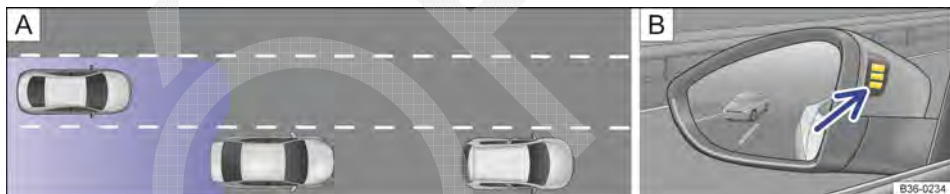
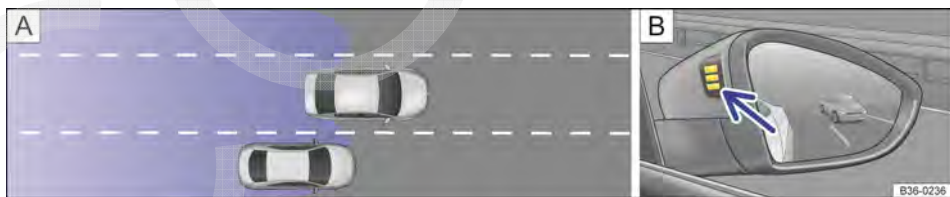

Fig. 138 A) Situação de condução ao ultrapassar com o trânsito traseiro. B) Indicação visual no espelho retrovisor externo esquerdo.
Fig. 139 A) Situação de condução ao ultrapassar e mudar frequentemente de faixa. B) Indicação visual no espelho retrovisor externo direito.
Nas seguintes situações de condução, é indicado no espelho retrovisor externo → Fig. 138 B) (seta) ou → Fig. 139 B) (seta):
- Ao ser ultrapassado por outro veículo → Fig. 138 A).
- Ao ultrapassar outro veículo → Fig. 139 A) com até aproximadamente 15 km/h (9 mph) de diferença de velocidade. Em um processo de ultrapassagem com uma velocidade sensivelmente maior, nenhum indicador é exibido. ►